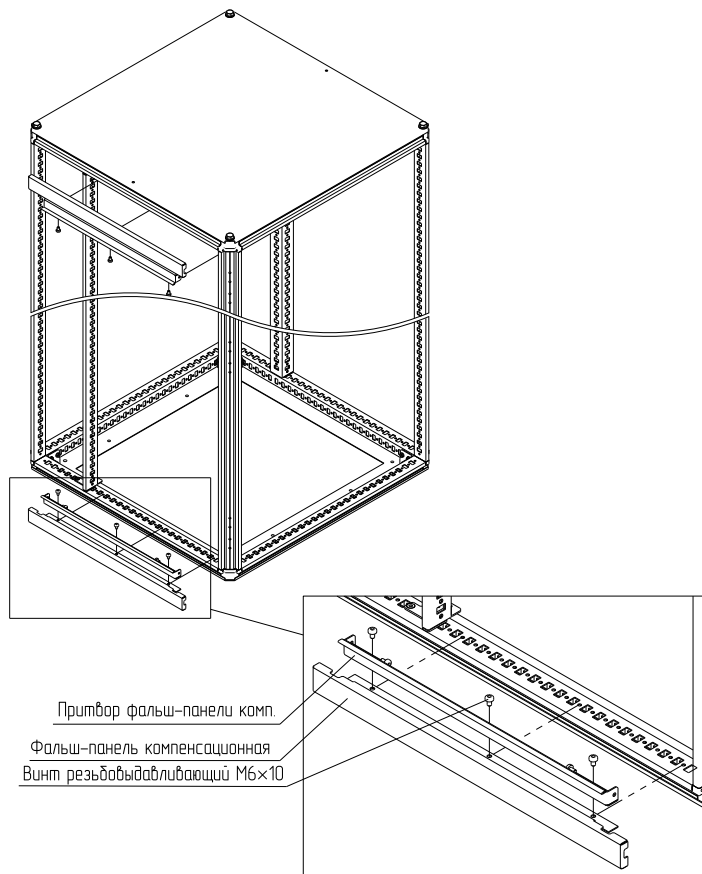

Рисунок 5
4.2.2 Приложить притвор и фальш-панель компенсационную к основанию или крыше и закрепить винтами М6×10 (рисунок 5). Момент затяжки – 7 Н·м.